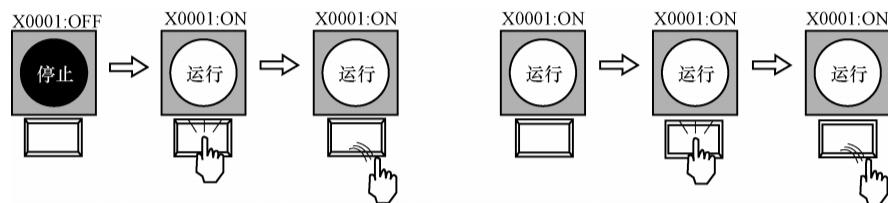

图 1-5-45 位开关 ON 时状态示意
- ① 将指定位软元件设为 ON (置位)，即按一下就一直接通，如图 1-5-45 所示。